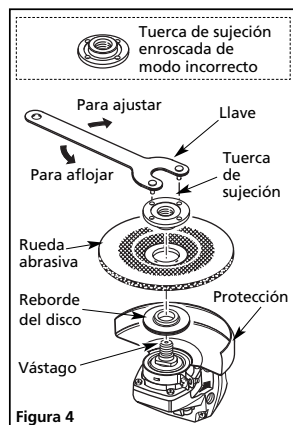

Figura 4
- Si el disco de trabajo es una rueda de rectificadora de 4 1/2 pulg. (115 mm), éstas generalmente tienen un grosor de 0,16-0,25 pulg. (4-6 mm) y por lo tanto se deben asegurar con la porción elevada de la tuerca de sujeción atornillada en el orificio del disco de rectificadora, lo que significa que la porción elevada de la tuerca de sujeción queda orientada hacia la parte principal de la propia herramienta. (Vea la figura 4).